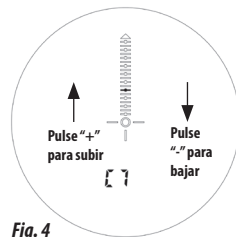

Fig. 4
5. Pulse el botón Más o Menos (+/-) hasta que el punto/línea sólido de la escala vertical del telémetro esté alineado con la marca de “20 PIN” de la lámina de calibración (con el círculo central situado aún sobre la marca de “40 PIN” o “60 PIN”) (*Fig. 4*). Anote el número de referencia de la “C” (calibración), especialmente si utiliza varios arcos o miras. Una vez calibrado, podrá volver rápidamente a la configuración correcta para ese arco o mira seleccionando este número de referencia cuando lo utilice.